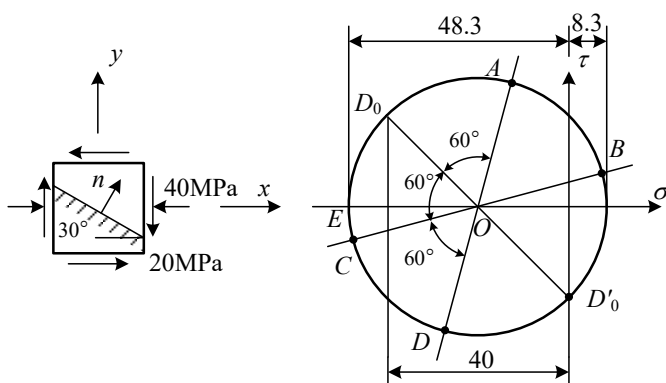

图 3
4. 平面应力状态及其应力圆如图 3 所示。(本题 8 分)